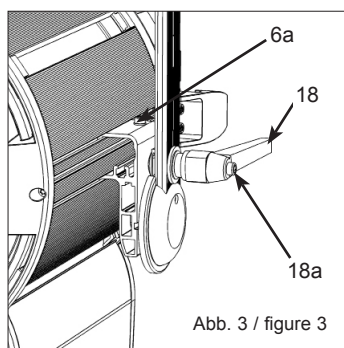

Abb. 3 / figure 3
- Bei Lieferung befindet sich der Haltebügel (2) in Ausgangsposition (Bügel umschließt Linse).
- Schrauben an der Bügelhalterung (6a, Abb. 3) beidseitig mit Torx-Schraubendreher Nr. 25 leicht lösen, Bügel bis zur Linsenfassung (12) vorziehen (entfällt bei T1).
- Klemmhebel (18) lockern und Haltebügel nach oben schwenken.
- Zur Einstellung des idealen Schwerpunkts Haltebügel mittig zur Markierung "Centre" (17) verschieben. Ziehen Sie dann die Schrauben an Bügelhalterung (6a) wieder fest (entf. bei T1)
- Schwenken Sie nun den Haltebügel in die gewünschte Neigeposition. Klemmhebel wieder festziehen. Zur besseren Bedienbarkeit lässt sich die Position des Klemmhebels durch Drücken des Knopfs am Klemmhebel (18a, Abb. 3) verändern.
- Den Stativzapfen (1) und das Distanzstück (1a) auf die Bohrung im Haltebügel aufsetzen, Schraube mit Scheibe und Federring eindrehen und mit Drehmomentschlüssel auf **50Nm** festziehen.
- On delivery the stirrup (2) is tilted to the front.
- Slightly loosen the screws in the stirrup bearing (6a, figure 3) on both sides with the No. 25 torque wrench and pull it towards the lens door (12).
- Loosen the tilt lock lever (18) and tilt the stirrup upwards.
- In order to position the stirrup at the ideal balance point move it to the center marking (17) on the side of the lamphead. Then tighten the screws at the stirrup bearing (6a).
- Tilt the stirrup to the desired angle and tighten the tilt lock lever. For better leverage, press the knob (18a, figure 3) on the tilt lock lever and turn the lever into the desired position.
- Place the spigot (1) and the spacer (1a) onto the boring in the stirrup, insert the screw with washer and spring washer and fasten it with the torque wrench to **50Nm / 37 foot pounds of torque**.